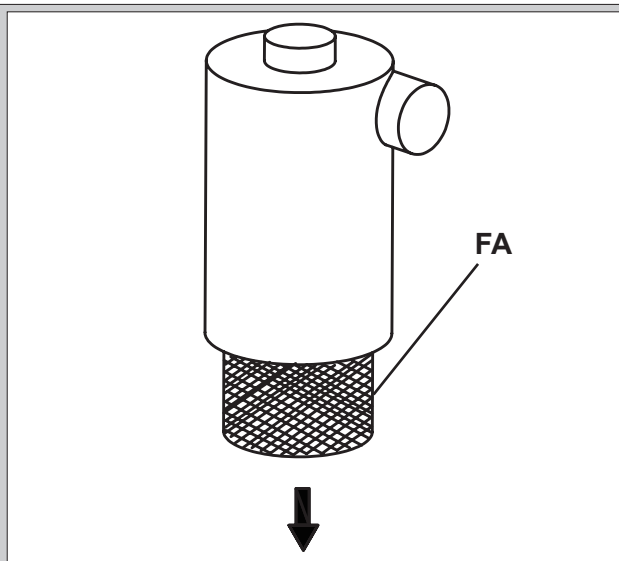

Рис. 21
- Извлеките воздушный фильтр **FA** из корпуса, как показано на рис. 21